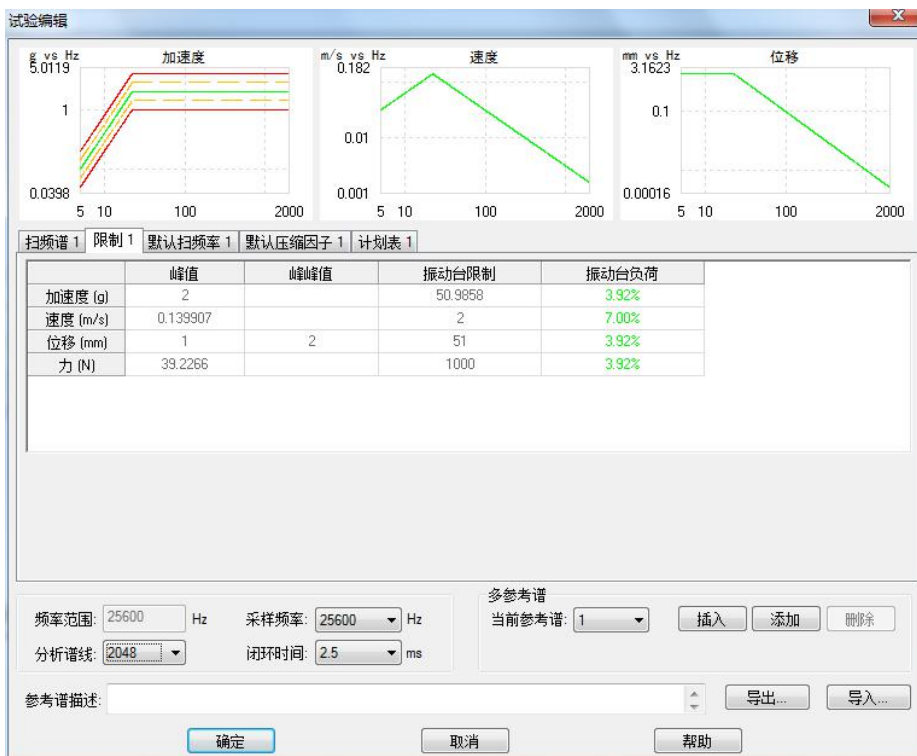

图 11-8
(5) 在“试验编辑”对话框中，选择“限制 1”选项，观察所设参考谱是否在振动台限制参数范围内。只有在振动台限制参数范围内，即“振动台负荷”一栏未显示超出振动台负荷试验才可进行。如图 11-8 所示。